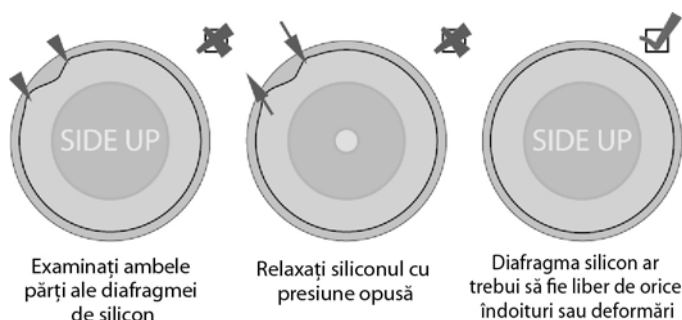

Figura D-2 Examinarea diafragmei de silicon a circuitului pacientului
- Verificați diafragma de silicon pentru a detecta orice îndoituri, tăieturi, găuri sau anomalii ale materialului. Vezi Figura D-2.